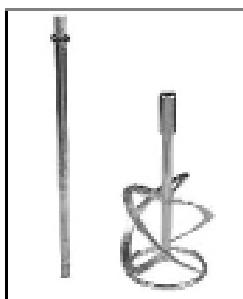

Рис. 3
- Соедините насадку-миксер, состоящую из двух частей, закрутив резьбовое соединение по часовой стрелке (Рис. 3, 4)